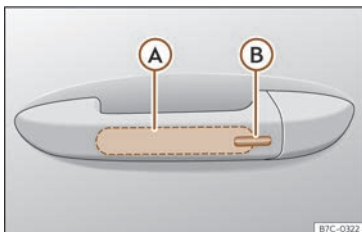

Abb. 47 Türgriff: Sensorflächen.
>>> (Abb. 47)
- Berühren Sie die auf der Außenseite des Türgriffs befindliche Sensorfläche >>> (Abb. 47) (B). Alle Blinker leuchten einmal.
- Berühren Sie innerhalb von 5 Sekunden einmal die auf der Außenseite des Türgriffs befindliche Sensorfläche >>> (Abb. 47) (B). Ergreifen Sie dabei nicht den Türgriff. Das System Keyless Access ist jetzt vorübergehend deaktiviert.
- Überprüfen Sie die Deaktivierung, indem Sie nach Ablauf von mindestens 10 Sekunden am Türgriff ziehen. Die Tür sollte sich nicht öffnen. Beim nächsten Mal kann das Fahrzeug nur elektronisch mit dem Fahrzeugschlüssel entriegelt werden. Im Anschluss an die nächste Entriegelung ist das System Keyless Access erneut aktiviert >>> (C).
Um mit der **Komfortfunktion** alle elektrischen Seitenfenster und das Glasdach zu schließen, lassen Sie einen Finger einige Sekunden auf der Sensorfläche für Verriegelung >>> (**Abb. 47**) **(B)** am Türgriff, bis die Seitenfenster und das Dach geschlossen sind.